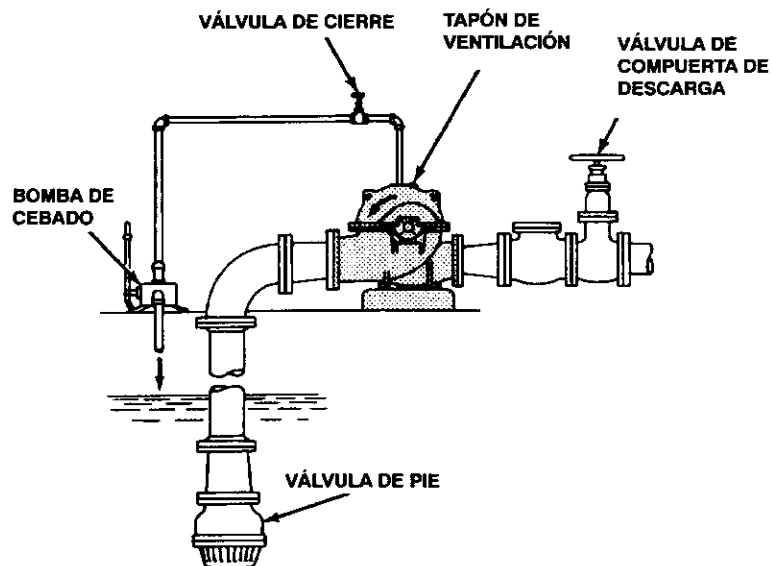

Figura 2-27
(2) Por mano separada o controlada manualmente, cebado de la bomba Figura 2-27.